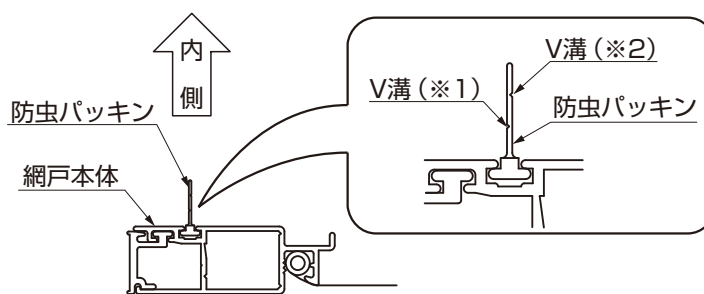
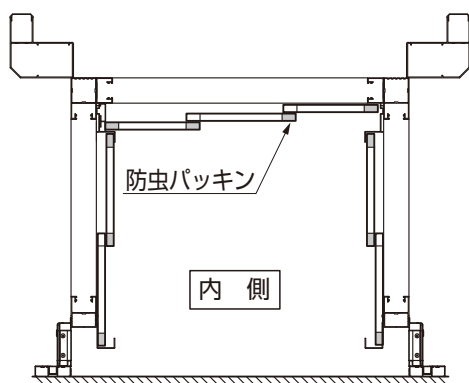

図1-11
図1-12 1.5間・2.0間 外収納の場合
- 図1-12、図1-13、図1-14、図1-15の■箇所は、※1のV溝で防虫パッキンを切裂いてください。□箇所は、※2のV溝で防虫パッキンを切裂いてください。(図1-11参照)